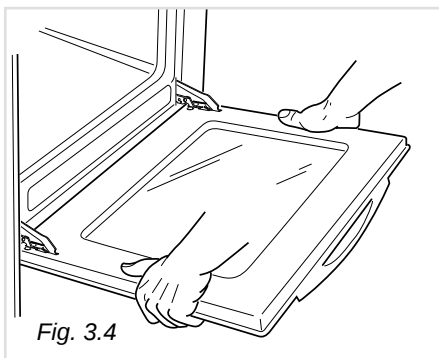
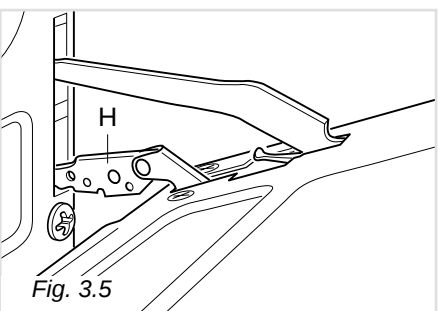

Fig. 3.4
Fig. 3.5
- Coja la puerta (como se indica en la fig. 3.4 y mientras la cierra suelte las dos bisagras como se indica en la fig. 3.5).